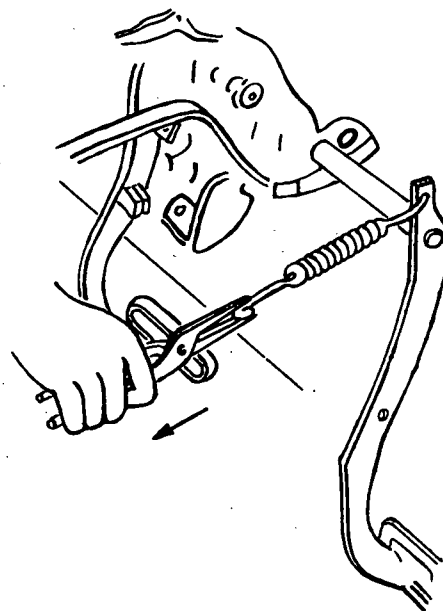

Fig. 1
- a Remova as molas de retorno dos pedais, utilizando um alicate (fig. 1).